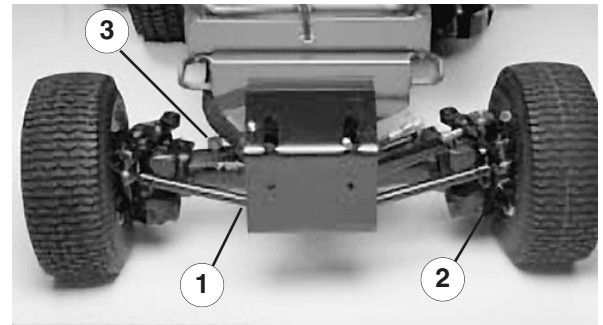

Bild 7
2. Entfernen Sie die Prüfschrauben aus der Achse und stellen sicher, dass der Schmierstoff die Unterseite aller Löcher erreicht. Entfernen Sie bei niedrigem Ölstand die Ölfüllschrauben und füllen Sie genug Öl ein, um den Stand bis an die Unterseite der Löcher anzuheben (Bild 7).